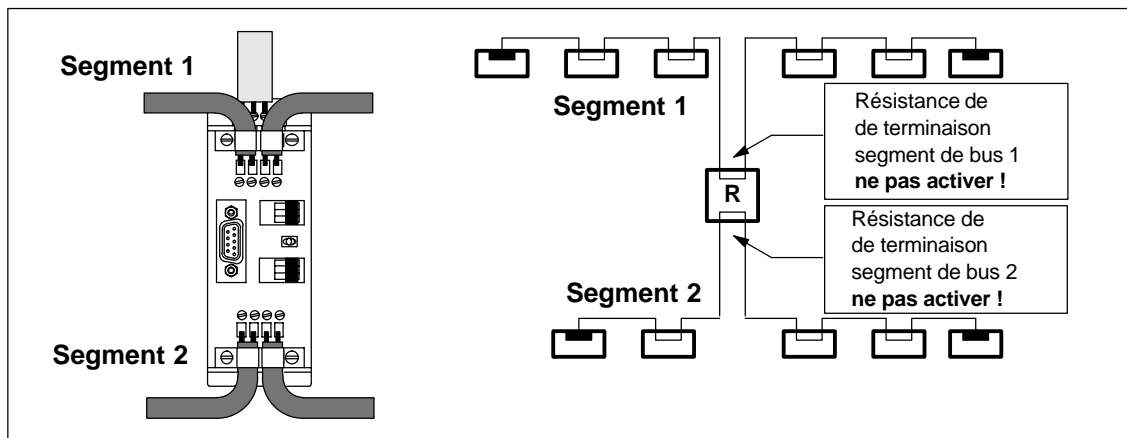

Figure 5-5 Connexion de deux segments de bus au répéteur RS 485
- segment 1 et segment 2 transitant par le répéteur RS 485 (voir figure 5-5)
La figure 5-5 présente le couplage de deux segments via un répéteur RS 485, les deux segments étant bouclés à travers le répéteur :